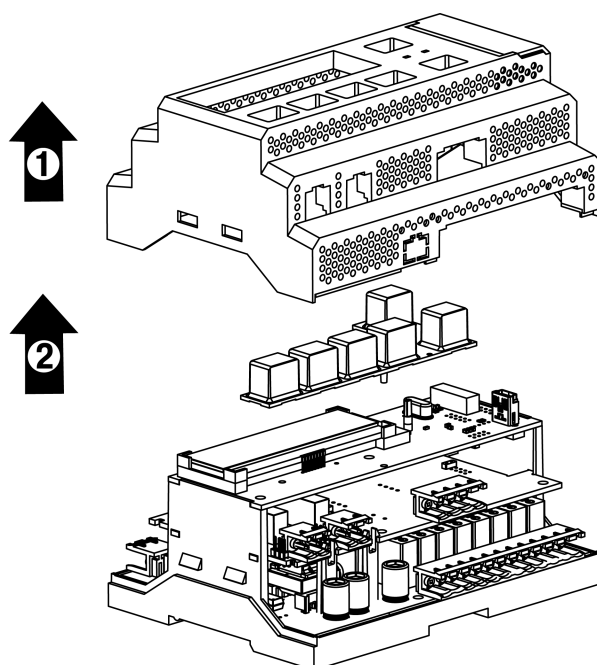

Рисунок 8.9 – Схема разборки ПР200. Отделение верхней крышки и клавиатуры
4. Снять крышку (см. рисунок 8.9, стрелка 1). Убрать клавиатуру (стрелка 2).